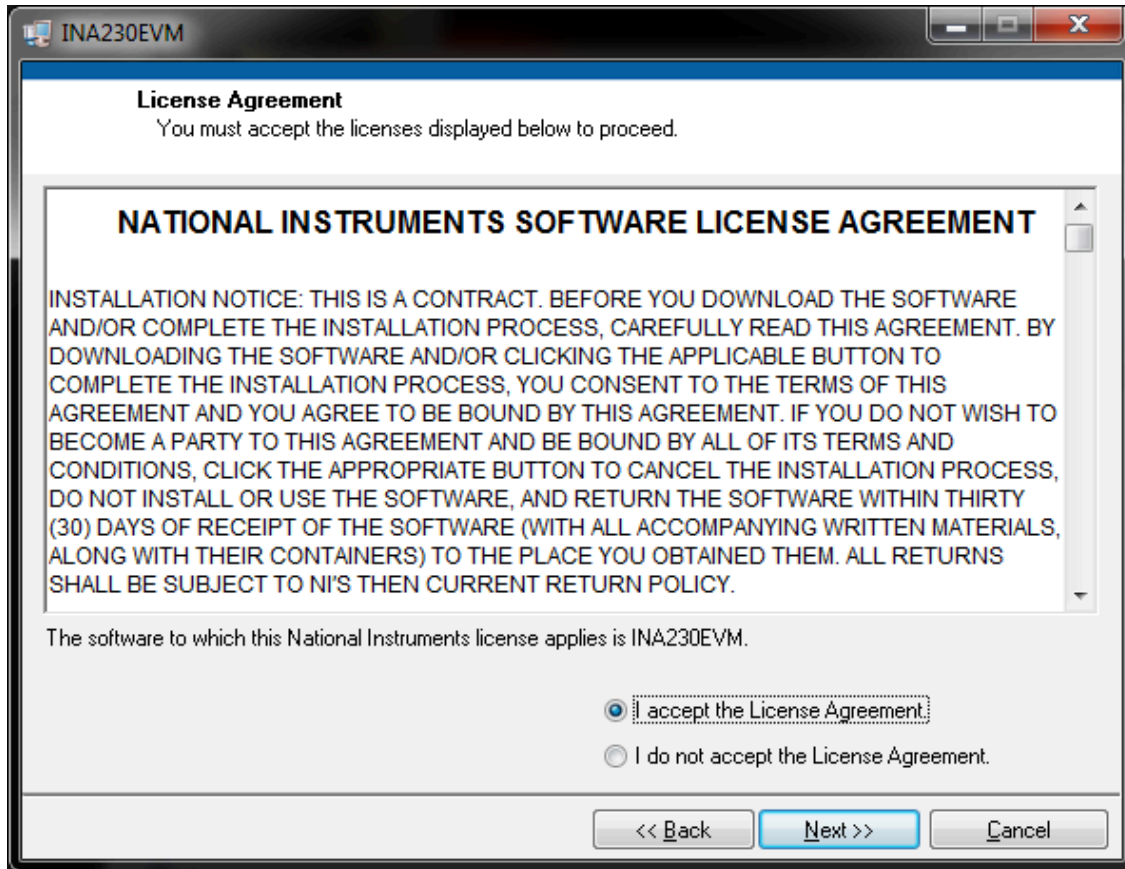
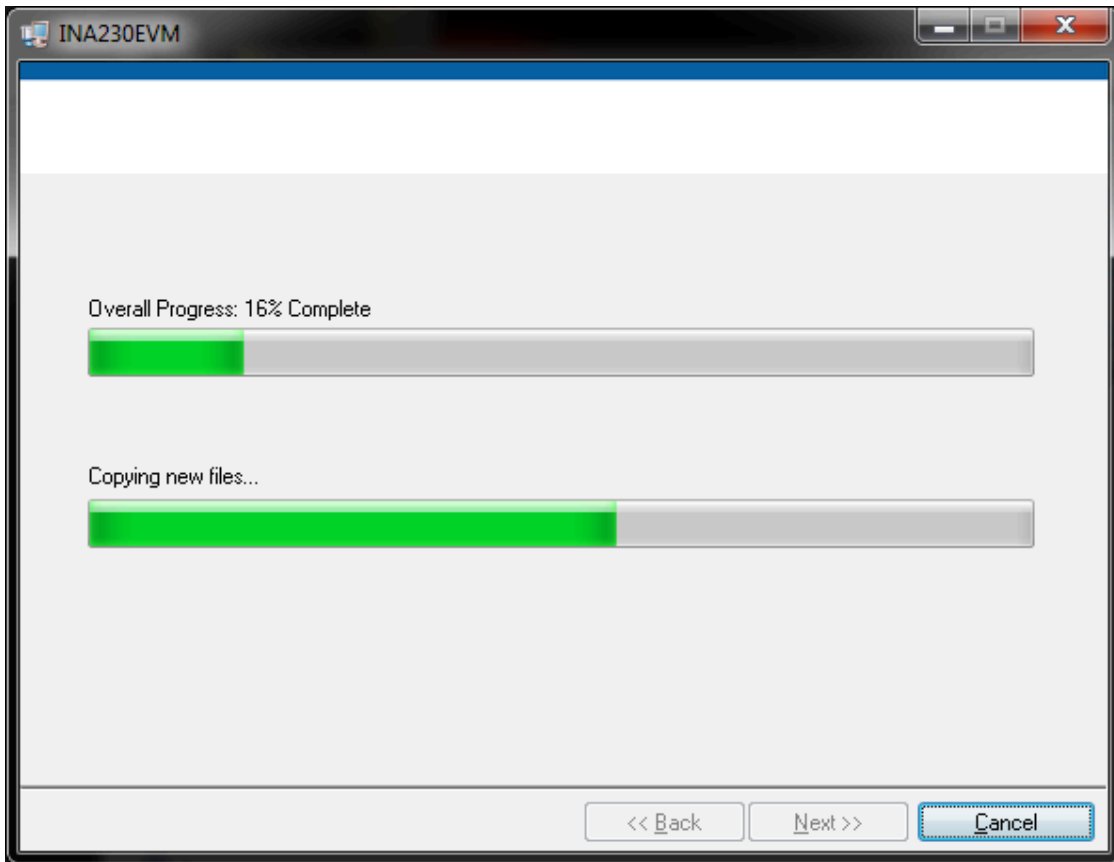

图 4-2. INA230EVM 许可协议
图 4-3. INA230EVM 软件安装进度
安装过程初始化后，用户可以选择安装程序的目录；默认位置为 `C:\Program Files\INA230\` 和 `C:\Program Files\National Instruments\`。选择相应选项后，系统将显示两个必须接受的许可协议，如图 4-2 所示。接受德州仪器 (TI) 和 National Instruments 许可协议后，系统会随即打开进度条并显示安装的软件（请参阅图 4-3）。安装过程完成后，点击 *Finish*。